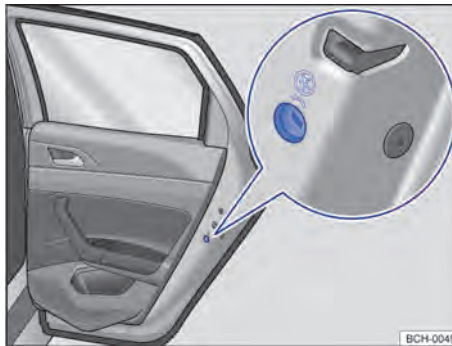

Fig. 57 En la puerta trasera (lado derecho): ubicación del seguro para niños.
- Introducir el paletón de la llave en el seguro para niños para activarlo o desactivarlo → fig. 57.